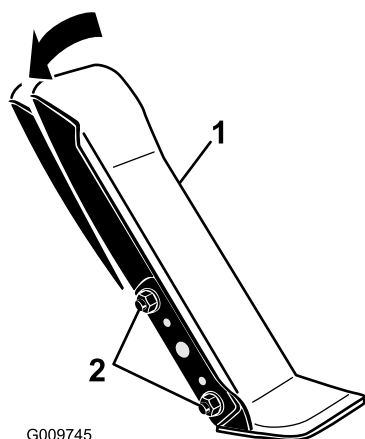

図 104
1. 走行ペダルの左側をブラケットに固定しているナットとボルト各2をゆるめる 図 104。
2. 走行ペダルを希望の角度に調整しナットで固定する 図 104。